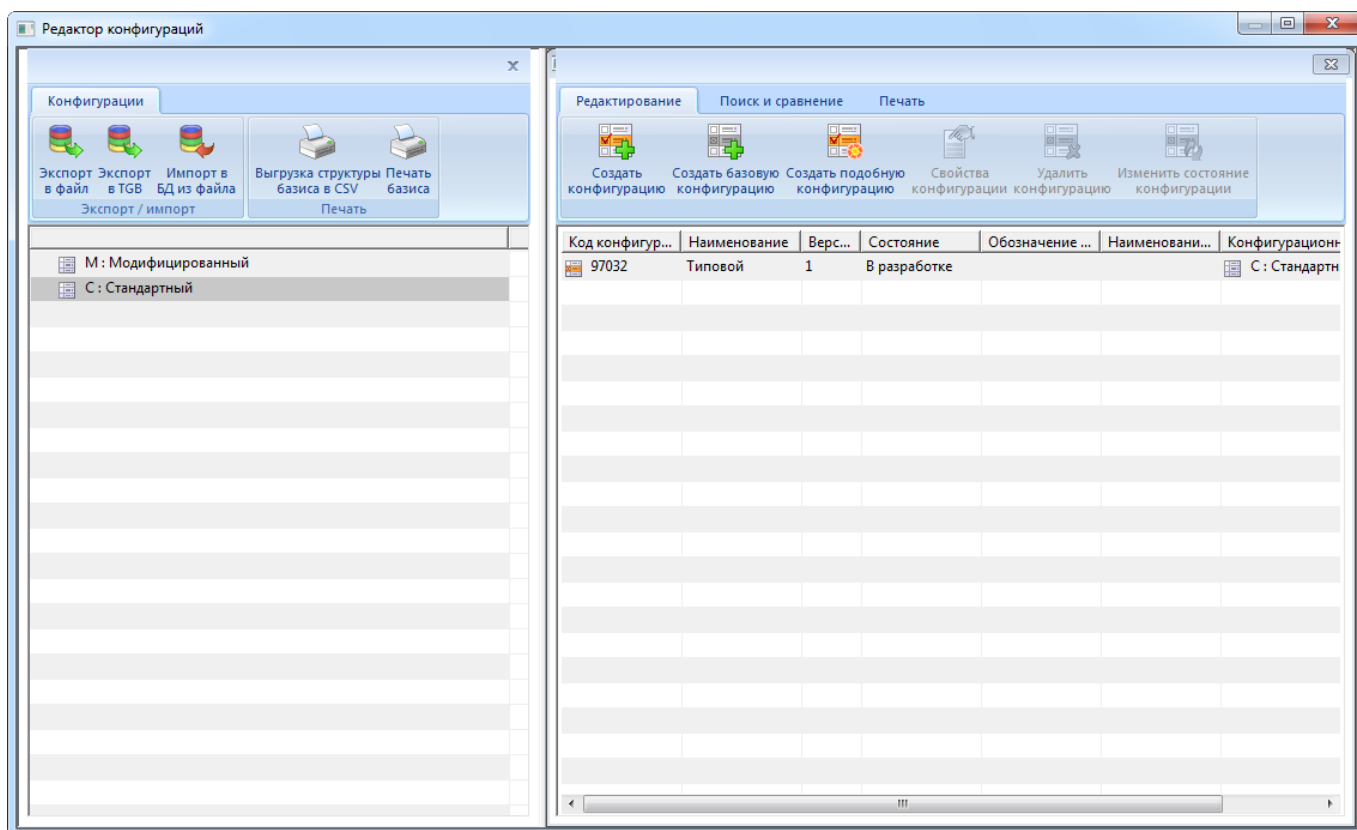

Рис. 10-212 – Созданная конфигурация в окне редактора конфигураций
14) При попытке выйти из редактора в случае невыполнения правил совместимости, система не позволит это сделать и выдаст сообщение (рис. 10-212).